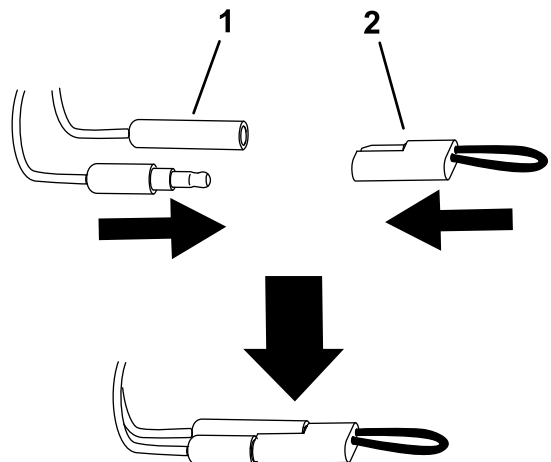

図 13
5. キャリブレーション用コネクタの接続を外して各コネクタにプラグをはめる (図 13)。